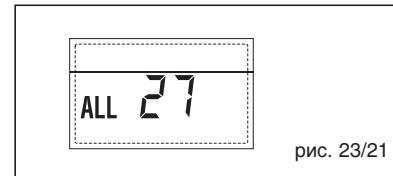

рис. 23/21
**– НЕПОЛАДКА СООТВЕТСТВИЯ ВХОДА (S3) ТОЛЬКО ДЛЯ УСТАНОВКИ 7 “ТРЕВ 28” (рис. 23/22)**